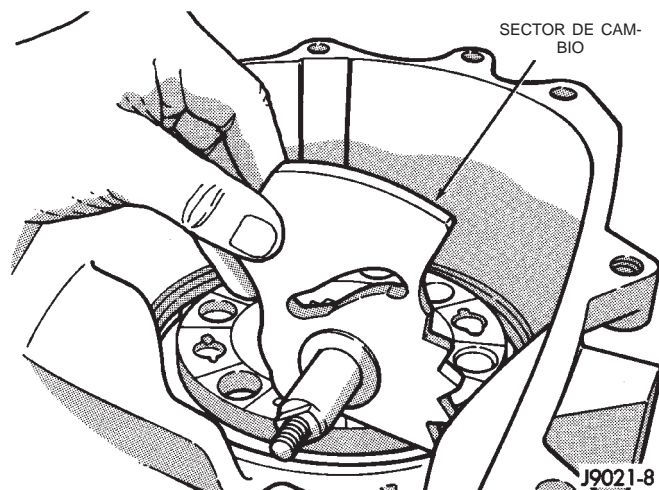

Fig. 61 Instalación del sector de cambio
(2) Instale el sector de cambio en la caja (Fig. 61). Antes de la instalación, lubrique el eje del sector con líquido para transmisiones.